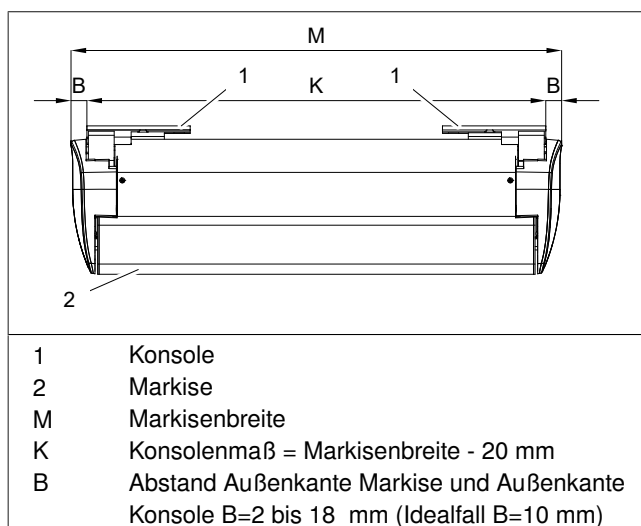

Abb. 2: Maß-Skizze für Konsolenposition (am Beispiel Wand- und Deckenmontage)
- Die Position der Konsolen auf den Montageuntergrund übertragen (siehe Abb. 2/Seite 5). Auf Höhengleichheit achten.
- Die Position der Konsolen auf den Montageuntergrund übertragen (siehe Abb. 2/Seite 5). Auf Höhengleichheit und gleich Ausrichtung achten.